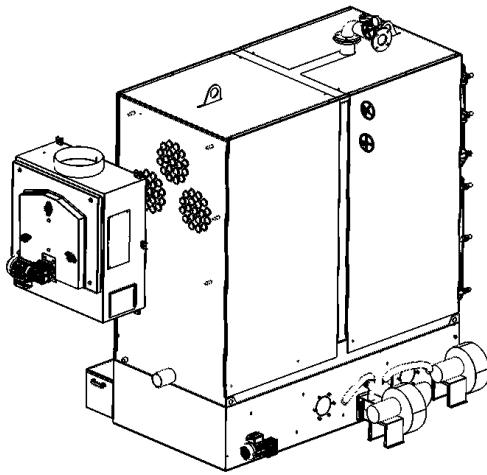

РИС. 22
8) С задней стороны корпуса котла закрепляем дымовой боров, используем гайки M12 (3 шт) и шайбы 12 (3 шт), входящие в комплекте (см. рис. 22).